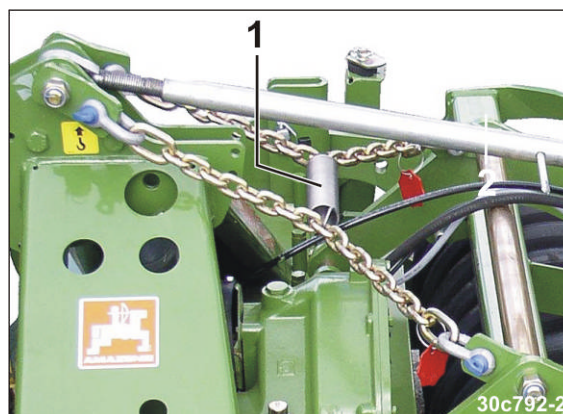

Bild 45
6. Kroka i dragfjädern (Bild 45/1) i båda kedjorna. I obelastat tillstånd ska kedjorna inte vidröra överbyggnaden på markbearbetningsmaskinen.